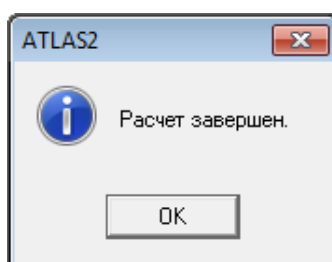

Рис. 11-34 – Информационное окно, которое выводится после завершения расчета
9) Нажать кнопку «Выполнить анализ» (3).
10) После выполнения расчета откроется информационное окно (рис. 11-34):